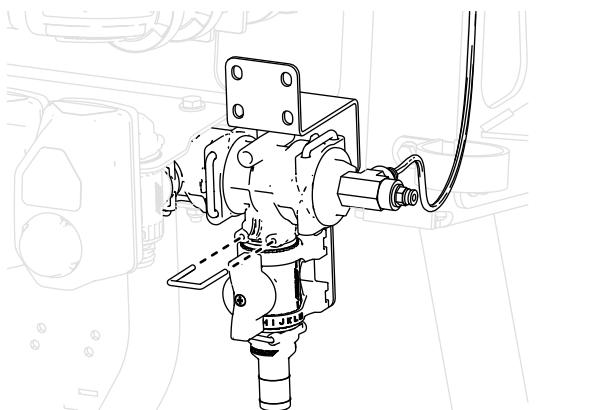

Bild 35
- Verbinden Sie die Regelventilbaugruppe am T-Verteiler am Ende des Ventilabschnitts, indem Sie den mitgelieferten Halter verwenden (Bild 35).